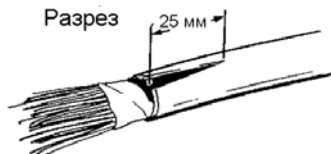

Рис. 4.10. Разрез оболочки в месте установки соединителя.
4.2.4. Сделать разрез наружной оболочки и экрана глубиной 25 мм в месте ввода соединителя. Для облегчения установки соединителя отогнуть углы оболочки кабеля (рис. 4.10.).